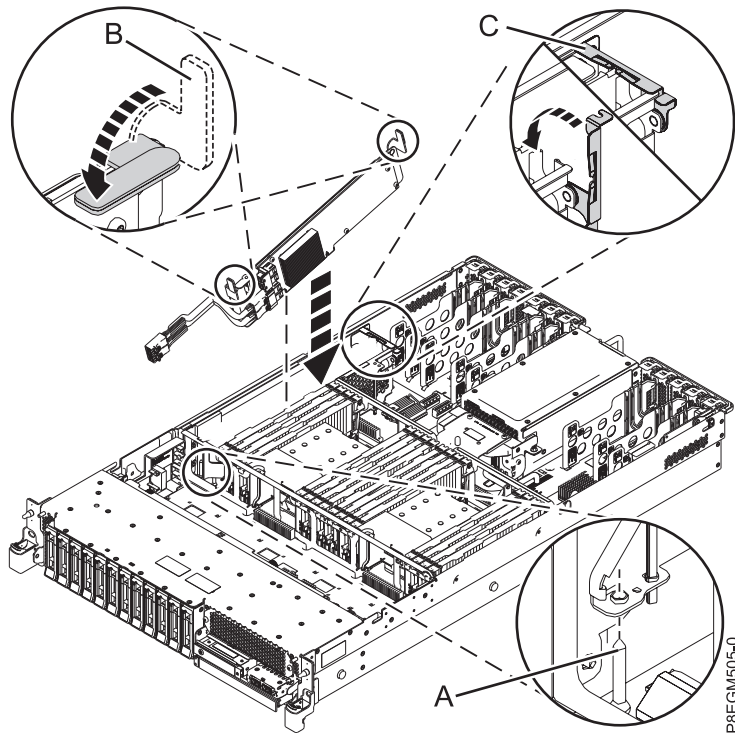

Abbildung 5. Internen 6-Gb-PCIe3-x8-SAS-RAID-Adapter in Steckplatz P1-C15 installieren
17. Schließen Sie die Installation des internen SAS-RAID-Adapters ab, indem Sie ihn vollständig einsetzen. Überprüfen Sie, dass der Adapter auf dem Justierstift (A) sitzt. Drücken Sie die Karte an der Kante oben in der Mitte nach unten, bis diese fest im Anschluss der Rückwandplatine des Systems sitzt. Siehe Abb. 5 auf Seite 6.
18. Drücken Sie die blauen Griffe (B) in die dargestellte Richtung. Siehe Abb. 5 auf Seite 6.
19. Drücken Sie die Kabelhalterung (C) in die gezeigte Richtung. Siehe Abb. 5 auf Seite 6.